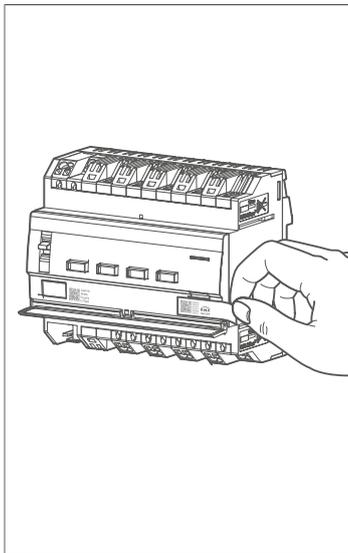

Bild 8: Gerätezertifikat vom Gerät entfernen (Abbildung ähnlich)
- 2 Das Gerätezertifikat (QR-Code) eingeben (siehe Bild 10) oder scannen (siehe Bild 8) bzw. dem Projekt in der ETS hinzufügen.